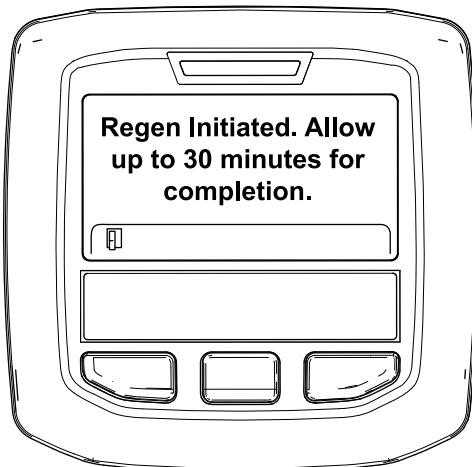

Figure 49
- Si la régénération est autorisée, le message « Regen Initiated. Allow up to 30 minutes for completion » (régén. lancée. Durée max 30 minutes) s'affiche dans l'InfoCenter. Attendez que la machine termine le processus de régénération en stationnement (Figure 49).